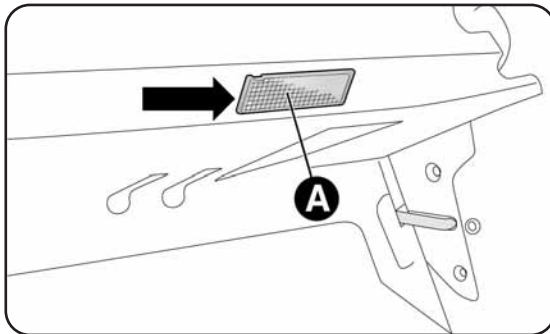

fig. 32
- extraire le plafonnier A-fig. 32 en faisant levier au point indiqué par la flèche ;